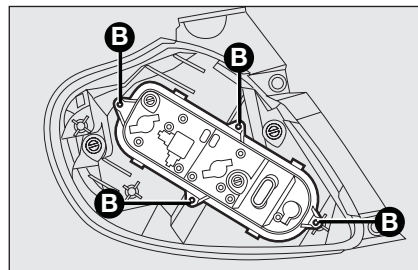

fig. 20
- ☐ extraiga el soporte de la bombilla de su asiento liberándolo de los enganches de cierre **B-fig. 20**;